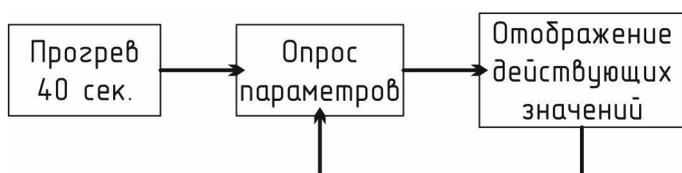

Рис. 4. Блок-схема работы газосигнализатора.
1.5.2 Принцип действия газосигнализатора основан на сборе и анализе данных, поступающих с газочувствительного сенсора (рис. 4). По полученным значениям производится сравнение с пороговыми значениями, занесенными производителем при выпуске из производства. Срабатывание сигнализации происходит при превышении пороговых значений.